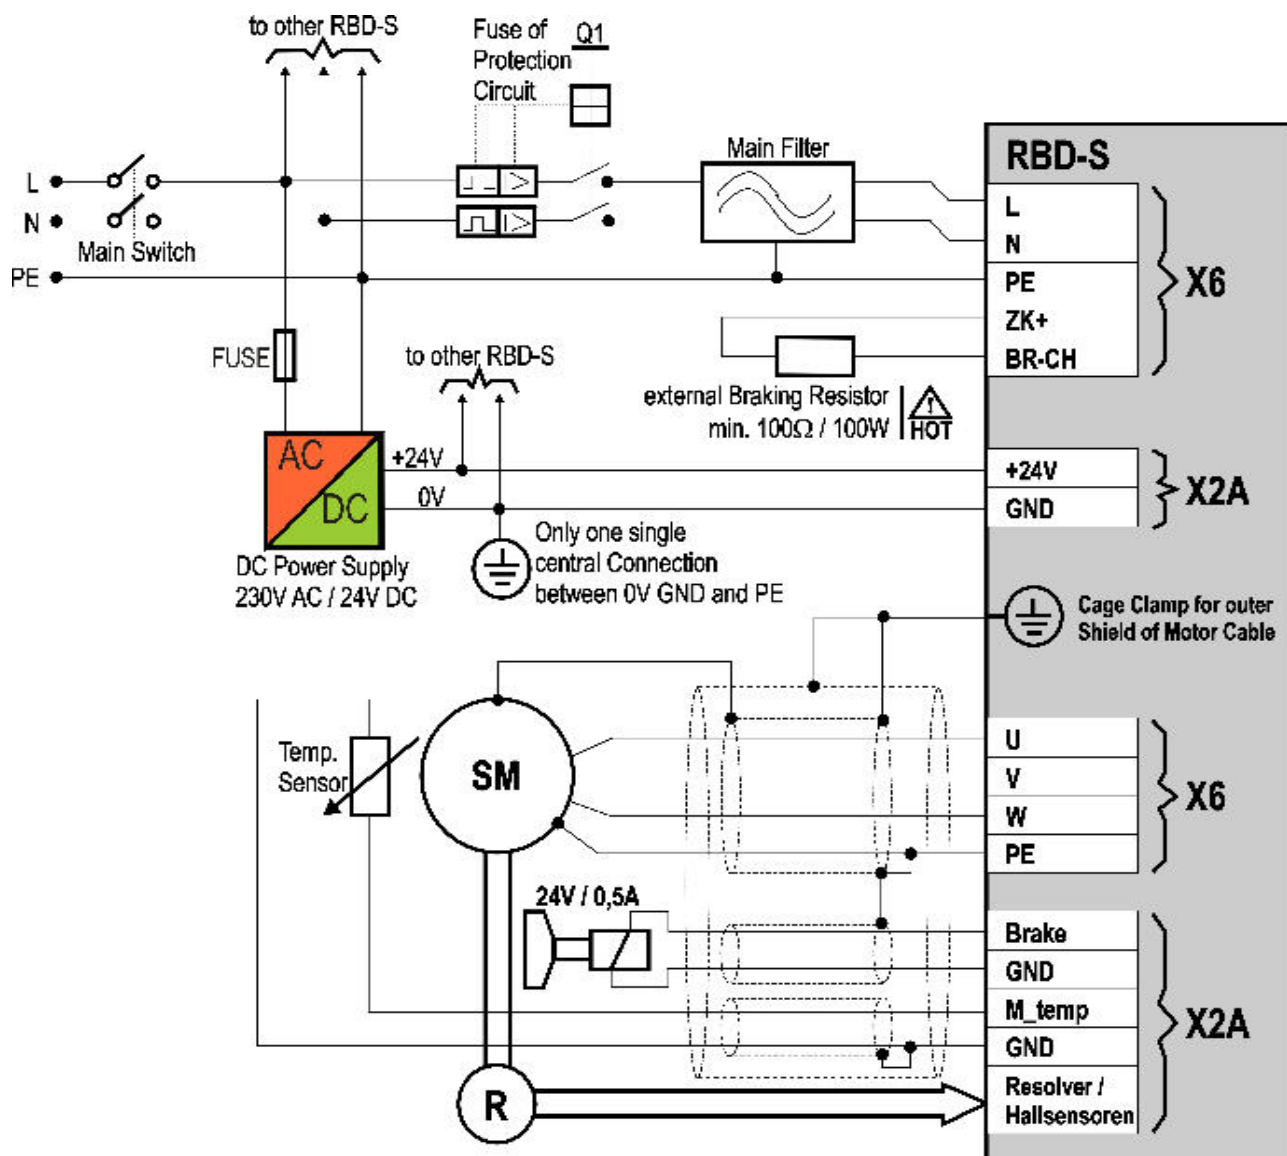
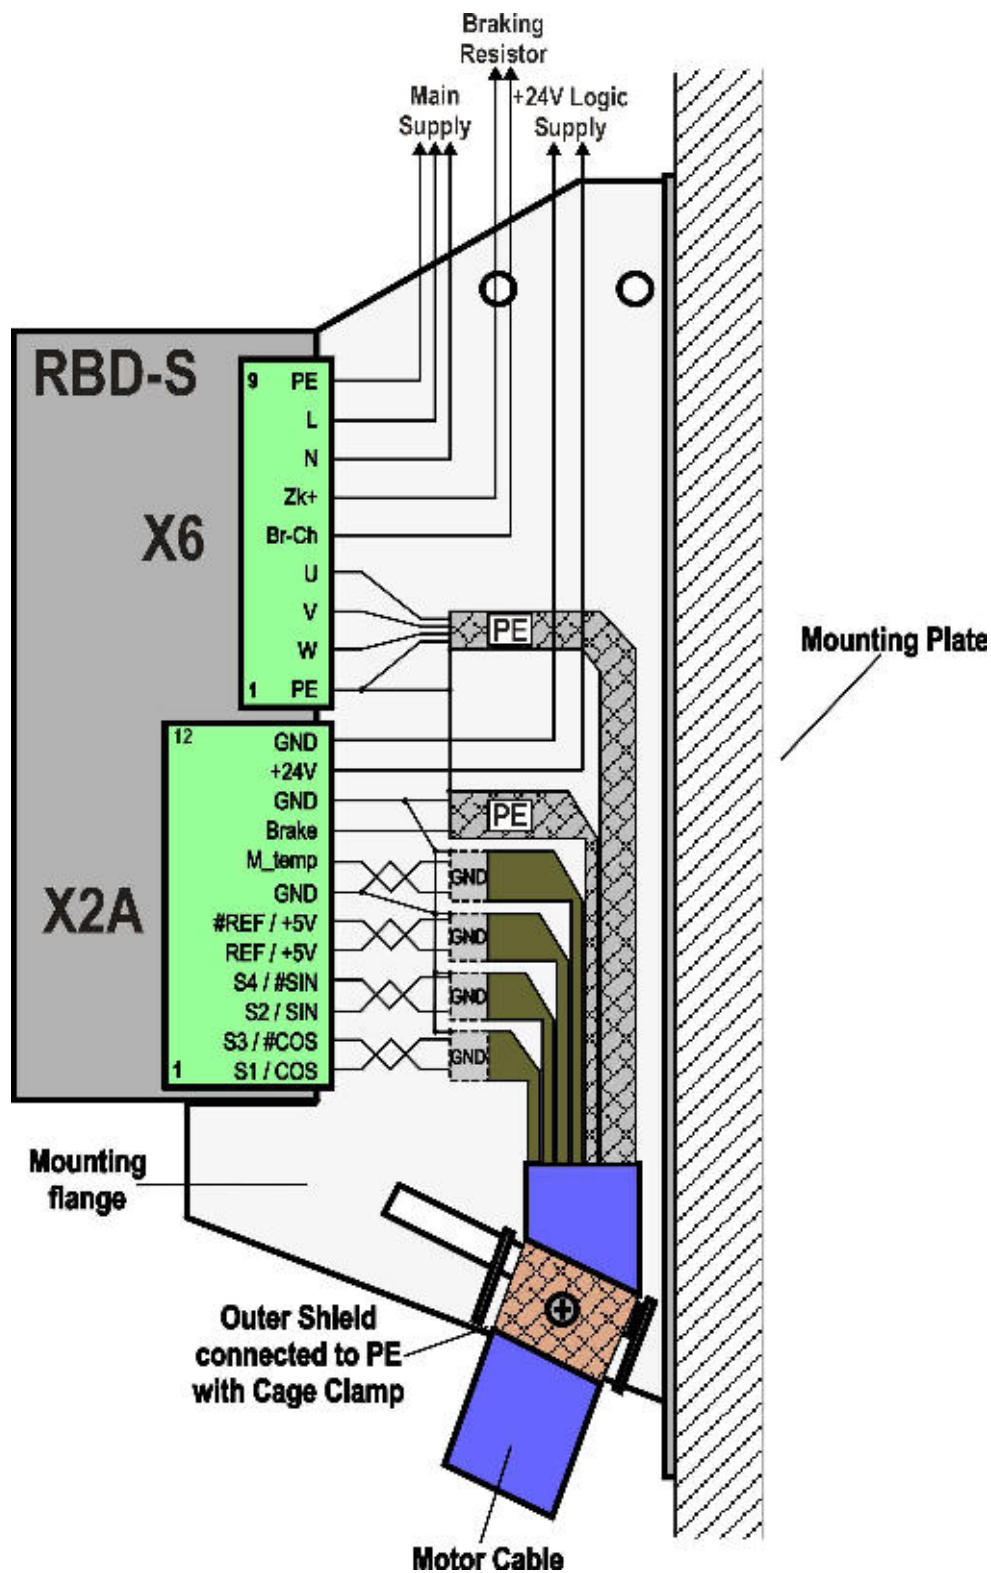
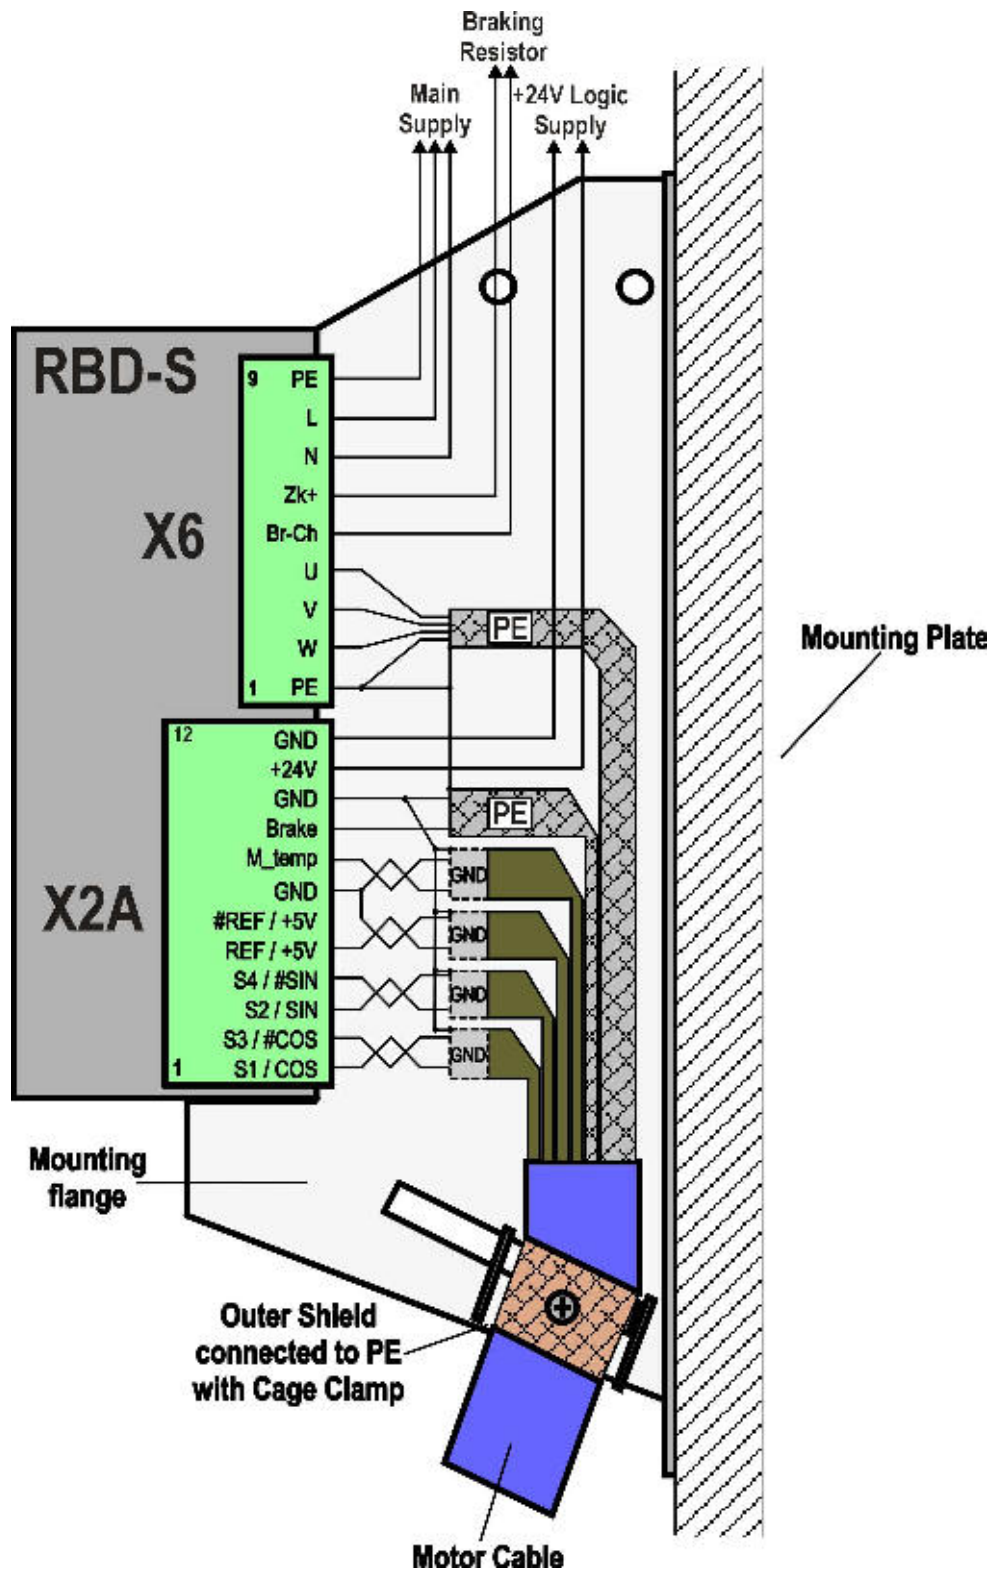

Abbildung 39: Anschluss Netz- und Logikversorgung - Prinzipdarstellung
Abbildung 40: Anschluss Motor mit Resolver und Haltebremse
Abbildung 42: Anschluss Motor mit analogem Hallsensorsystem und Haltebremse
Die nachfolgenden Hinweise zum Anschluss des Motorkabels und der Kabelschirme bezieht sich auf die kombinierten Motor Geber-Leitungen der Firma Groschopp. Die Hinweise gelten in entsprechender Weise auch für Anschlussleitungen anderer Anbieter. Darüber hinaus sind die Schirmanschlüsse in Abbildung 39 sowie in Abbildung 40 und Abbildung 42 veranschaulicht.
- ❖ Der äußere Kabelschirm wird am RBD-S mit der dem Gerät beiliegenden Schirmanschlussklemme am Haltewinkel fixiert – siehe Abbildung 40 und Abbildung 42
- ❖ Die Belegung der Paare wird entsprechend Abbildung 40 und Abbildung 42 gewählt.
Der Anschluss von Versorgung und Motor ist hier nicht mit abgebildet. Er kann der Abbildung 39 entnommen werden. Die Verwendung eines zentralen Sternpunktes nahe der Netzteile für alle GND Verbindungen reduziert die „ground bouncing“ Effekte zwischen den Reglern.